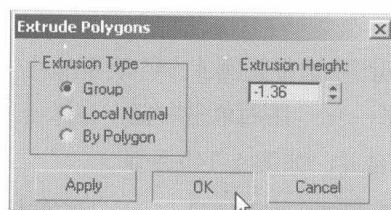

图 4.136
- 15 不要取消对该面的选择，继续挤压该面，参数设置如图 4.136 所示。